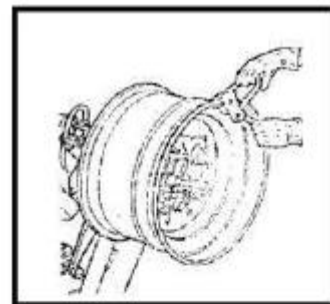

Рис. 13
- Установите тиски-зажим в самой верхней точке на внешнем крае обода (рис. 13).